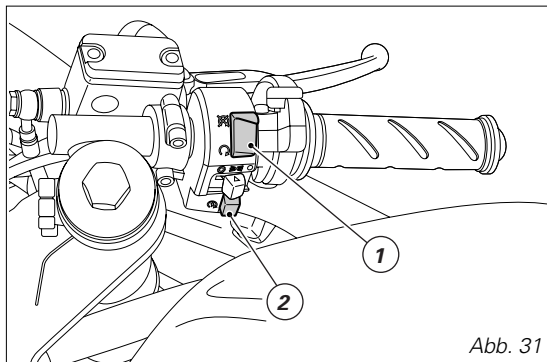

Abb. 31
3) Sich davon überzeugen, dass sich der Stopschalter (1, Abb. 31) auf **○ RUN** befindet, dann die Startertaste (2) betätigen.